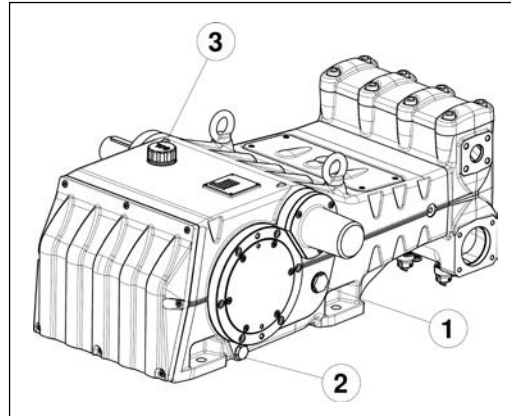

Рис. 3
Проверьте уровень масла с помощью специальных смотровых отверстий, расположенных сбоку ①, Рис. 3. При необходимости долейте масло через пробку ③, Рис. 3. Для того чтобы правильно измерить уровень масла, насос должен остыть до температуры окружающей среды. Смену масла нужно выполнять при рабочей температуре насоса, вынув пробку поз. ②, Рис. 3.